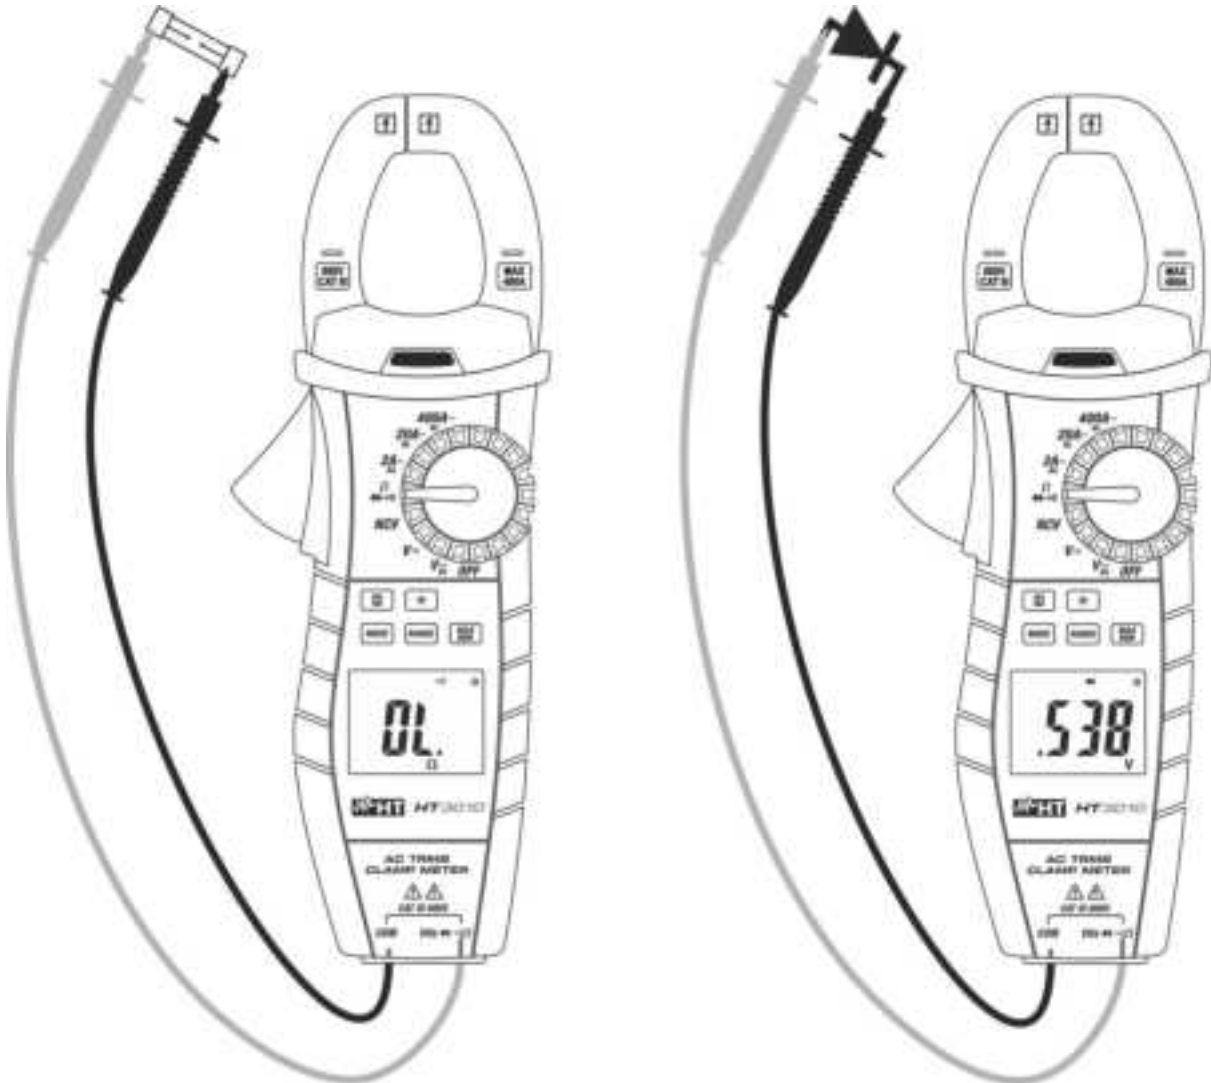

Fig. 7: Uso dello strumento per Test Continuità e Prova Diodi
3. Inserire il cavo rosso nel terminale di ingresso **VΩHz→|←** e il cavo nero nel terminale di ingresso **COM** ed eseguire il test di continuità sull'oggetto in prova (vedere Fig. 7 – parte sinistra). Il cicalino emette un segnale acustico quando il valore della resistenza misurata è inferiore a 30Ω
5. Connettere il puntale rosso all'anodo del diodo e il puntale nero al catodo in caso di misura di polarizzazione diretta (vedere Fig. 7 – parte destra). Invertire la posizione dei puntali in caso di misura di polarizzazione inversa